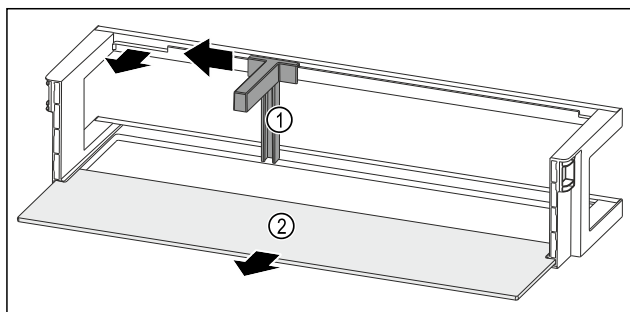

Fig. 118 Dveřní přihrádka s držákem lahví a odkládací plochou
- ▶ Držák lahví Fig. 118 (1) posuňte na stranu až k vybrání.
- ▶ Držák lahví Fig. 118 (1) odeberte.
- ▶ Odkládací plochu Fig. 118 (2) odeberte.